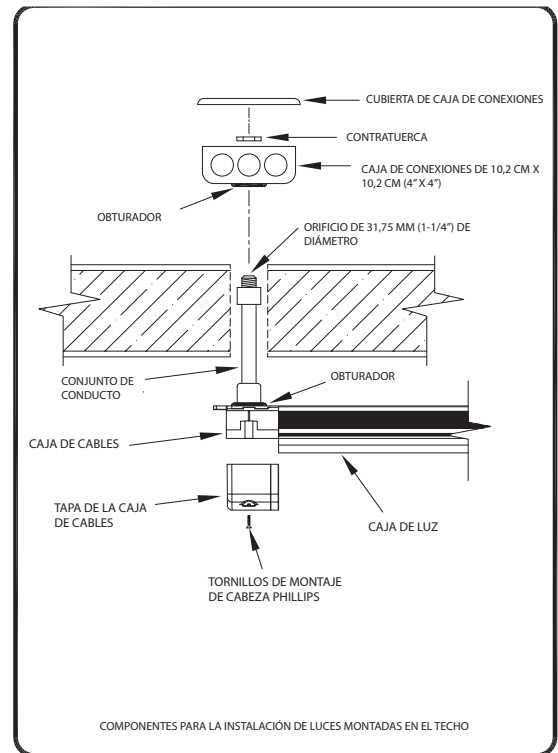

Fig. 2
Después de determinar exactamente el lugar de las luces adicionales de techo, marque este lugar y taladre un agujero de un diámetro de 1-1/4" atravesando completamente el panel de techo. Los accesorios para la luz extra a LED se hallan empacados en el saco de elementos de ferretería además de un conjunto portacables que consiste en un conducto no metálico corto, rígido de 1/2" de largo con un adaptador roscado y una tuerca de inmovilización fijada a cada extremo. El conjunto de conducto portacables tiene aproximadamente 5-3/8" de largo (Fig.2).
Quite la tuerca de inmovilización de un extremo del conjunto del conducto portacables, enrósquelo en el cuerpo de la instalación de luz, asegúrelo y trábelo con la tuerca de inmovilización. Para sellar la perforación del techo de la cámara, aplique una abundante cantidad de sellador siliconado completamente alrededor del conducto portacables en el punto donde se enrosca con el cuerpo de la instalación de iluminación. Inserte el conjunto del conducto portacables en el agujero practicado en el techo y agregue el cuerpo de la instalación de iluminación a LED al techo de la cámara con dos (2) tornillos de hoja de metal del #8 x 1/2" que se encuentran empacados con el conjunto de iluminación (Fig.2).